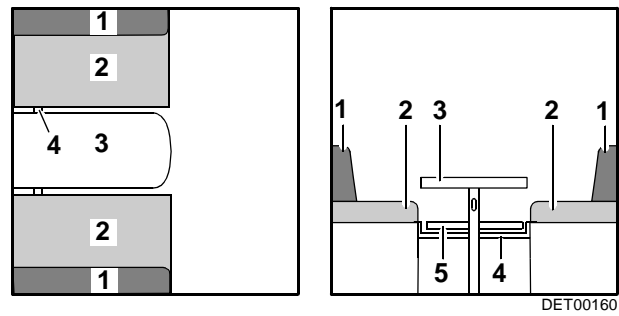

Fig. 58 Antes de la transformación
- Transformar la mesa (Fig. 58,3) en base de cama (véase apartado 7.7).
- Meter el listón (Fig. 58,4) o tirarlo hacia el centro. El listón está en la posición correcta si apoya el tablero de mesa directamente debajo de la pata de mesa.